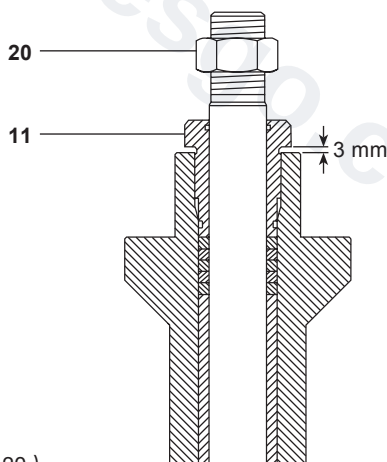

图 23
- ii）石墨阀杆密封的安装：压盖螺母下部同阀盖顶部之间距离3mm，参考图23。